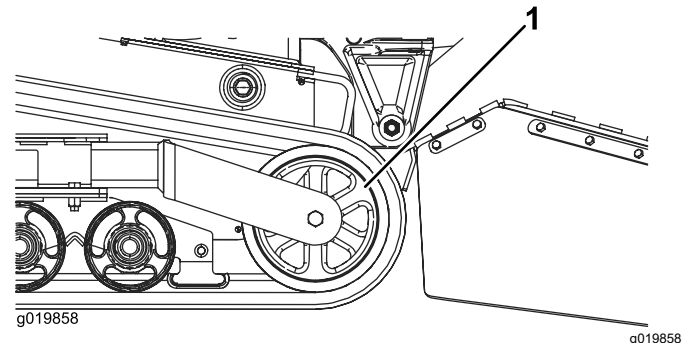

Figura 48
5. Empurre a roda tensora para trás o máximo possível (Figura 48).
7. Quando a lagarta estiver fora da roda tensora, retire-a da máquina (Figura 48).